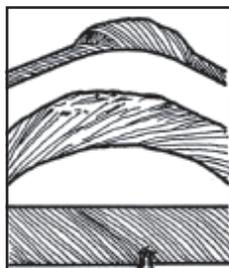

Figure 8
Ogni 30 cicli deve essere effettuato un controllo, come mostrato in Fig. 8 o sotto, per verificare se l'intero cavo d'acciaio (6) è in buone condizioni. Se danneggiato, deve essere sostituito con un cavo in acciaio del tipo specificato nei dati tecnici.